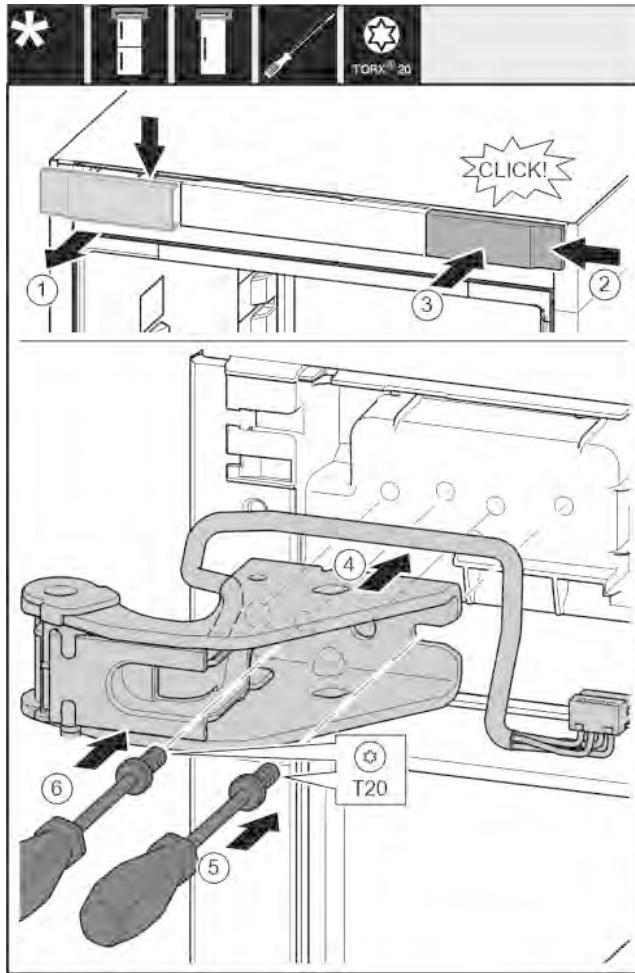

Fig. 25
- Снимите крышку сверху вперед. Fig. 25 (1)
- Навесьте крышку, повернув ее на 180°, справа с другой стороны. Fig. 25 (2)
- Зафиксируйте крышку. Fig. 25 (3)
- Установите верхний опорный кронштейн. Fig. 25 (4)
- Установите и затяните винт отверткой T20. Fig. 25 (5)
- Вставьте и затяните винт отверткой T20. Fig. 25 (6)